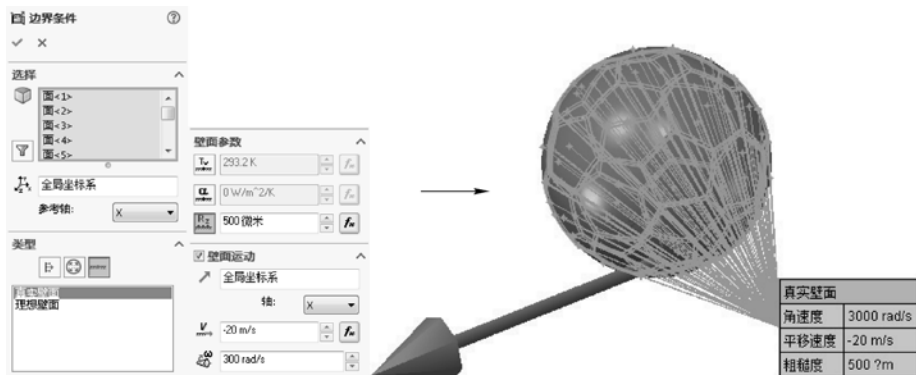

图 12-45 设置壁面条件操作
STEP 3 右击“边界条件”项，选择“插入边界条件”菜单命令，然后选择所有面，为其设置“真实壁面”边界条件。“粗糙度”系统默认使用向导中的数值，选中“壁面运动”复选框，设置径向运动的值为“-20m/s”，设置旋转的值为“3000rad/s”，如图 12-45 所示。